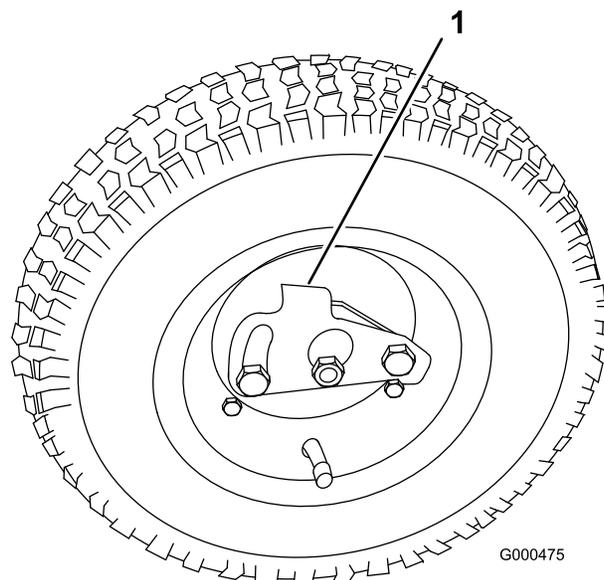

图19
- 将行走轮锁定夹压向轮的中心，然后将行走轮滑到六角轴上（图19）。